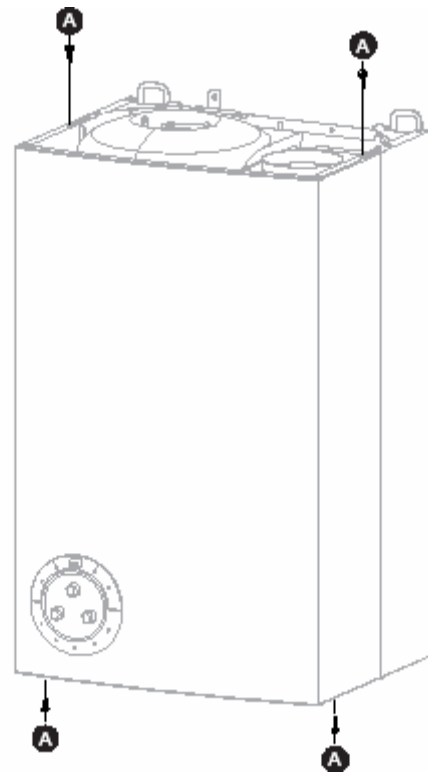

Fig. 9
- deșurubați cele 4 șuruburi **A** de fixare a carcasei (fig. 9)
- înșurubați cele 4 șuruburi **A** de fixare a carcasei (fig. 9)